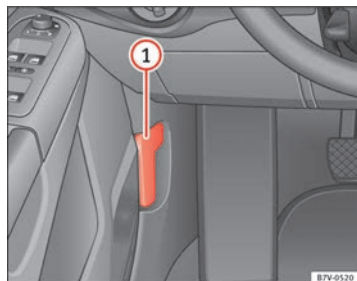

Fig. 168 En la zona reposapiés, en el lado del conductor: Palanca para el desbloqueo del capó del motor.
- Antes de abrir el capó, asegúrese de que los brazos del limpiaparabrisas reposen sobre el parabrisas ⇒ ①.
- Tire de la palanca de desbloqueo en la dirección de la flecha ⇒ fig. 168. Por la reacción resorte del muelle, el capó del motor sale impulsado del elemento de bloqueo de la pieza portacierres ⇒ ②.